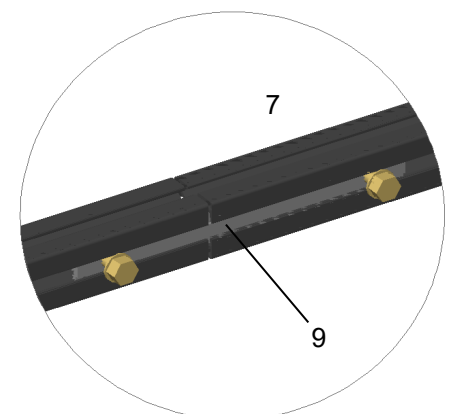

Abb.5
7. Im Fall, dass mehrere Montageschienen (7) miteinander zu verbinden sind, wird das Verbindungsteil (9) in die entsprechende Führung der Schiene eingeschoben (Abb.5).